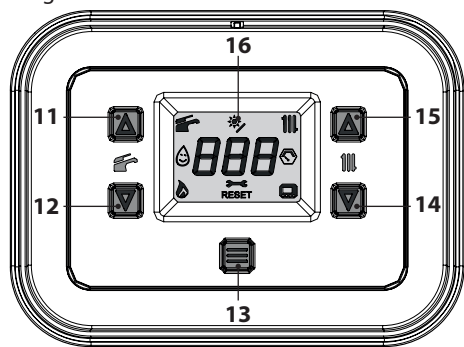

Figura 2.5
- Tenere premuto per 1 secondo il tasto 13 fino a far apparire sul display il simbolo  Figura 2.5.
La temperatura dell'acqua calda di mandata riscaldamento è regolabile agendo sui tasti 14 (diminuzione) e 15 (aumento) (Figura 2.5) da un minimo di circa 25°C ad un massimo di
Comunque se la temperatura ambiente non dovesse essere confortevole si può aumentare o diminuire la temperatura di mandata dell'impianto riscaldamento di $\pm 15^\circ\text{C}$ agendo sui tasti 14 (diminuzione) e 15 (aumento) (Figura 2.5).
La temperatura dell'acqua calda sanitaria è regolabile agendo sui tasti 11 (aumento) e 12 (diminuzione) (Figura 2.5) da un minimo di circa 35°C ad un massimo di circa 60°C . Alla prima pressione di uno dei due tasti si ha la visualizzazione del valore di "set", alla seconda pressione si accede alla modifica.
Agendo sui tasti 11 (aumento) e 12 (diminuzione) (Figura 2.5) si modifica la temperatura dell'acqua di mandata al serpentino del bollitore. Alla prima pressione di uno dei due tasti si ha la visualizzazione del valore di "set", alla seconda pressione si accede alla modifica.